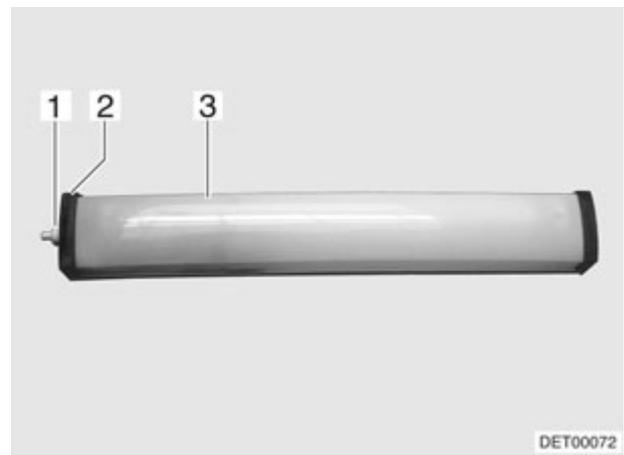

Fig. 194 Lampe de cellule
- Dévisser le cache (Fig. 194,1).
- Retirer le couvercle (Fig. 194,2).
- Enfoncer légèrement le couvercle de la lampe (Fig. 194,3) et le retirer.